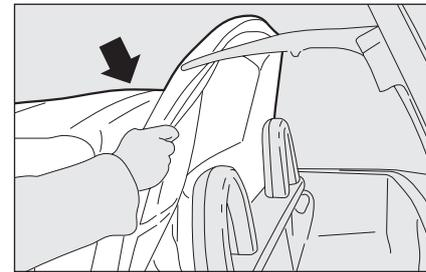

fig. 72
- sollevare lentamente l'arcone della capote **fig. 72** e successivamente abbassare il copricapote **A-fig. 68**;